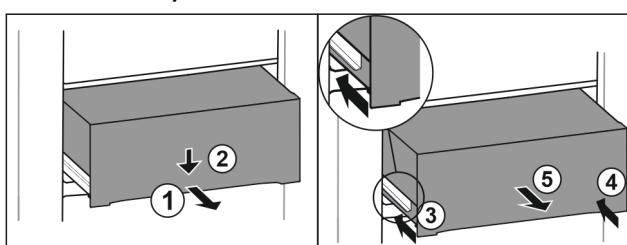

Fig. 106
- Vytiahnite zásuvku do polovice. Fig. 106 (1)
- Zatlačte zásuvku na prednej strane smerom nadol. Fig. 106 (2)
- Zasuňte ľavú koľajničku o cca 2 cm. Fig. 106 (3)
- Zasuňte pravú koľajničku o cca 2 cm. Fig. 106 (4)
- Odoberte zásuvku dopredu. Fig. 106 (5)